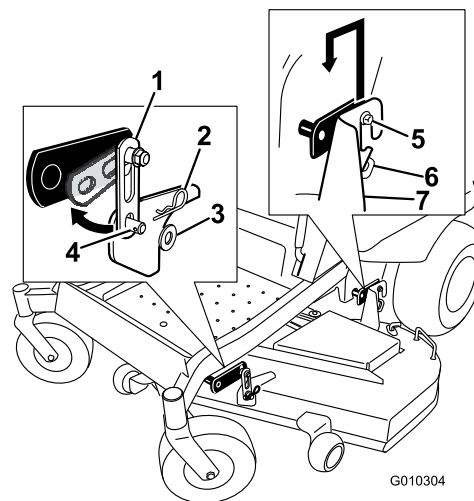

Figura 67
2. Retire los herrajes de las pletinas de suspensión delanteras en ambos lados de la plataforma (Figura 67).
3. Retire la plataforma con cuidado de los pernos de las pletinas de suspensión y baje la parte delantera de la plataforma al suelo (Figura 67).
2. Retire los herrajes de las pletinas de suspensión delanteras y traseras en ambos lados de la plataforma (Figura 67).